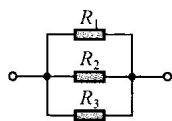

图 1-4 并联电路
(12) 并联电路——在电路中，几个电阻的两端承受同一个电压，有几个电流回路，这种连接电路叫并联电路。在并联电路（如图 1-4 所示）中